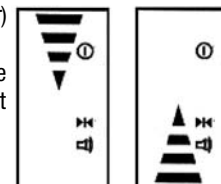

Figure 5 Figure 6
- Si l'affichage ACL montre une flèche vers le bas et que des signaux brefs rapides sont émis, le signal laser est situé sous le détecteur (Fig. 5).